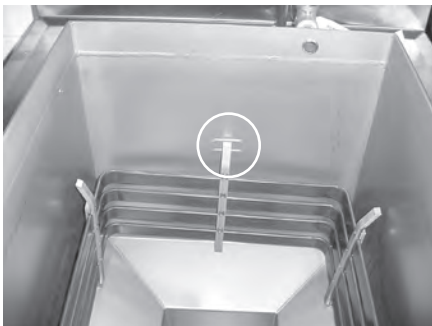

Figura 3-3
Il livello di grasso deve essere sempre al di sopra degli elementi di riscaldamento quando la friggitrice si sta riscaldando e fino agli indicatori di livello del recipiente di frittura posti sul retro del recipiente (Figura 3-3). Il mancato rispetto di queste istruzioni potrebbe provocare incendi o danneggiare la friggitrice.
2. Il modello elettrico richiede 100 libbre (45 Kg.) di grasso. Il recipiente di frittura ha 2 linee di indicatore di livello sulla parete posteriore del recipiente che mostra quando il grasso riscaldato è al livello appropriato. Figura 3-3.